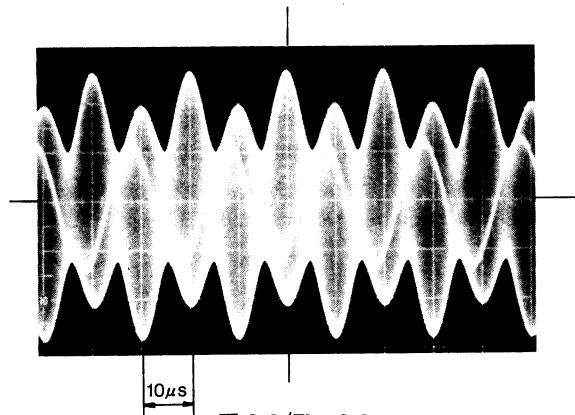

図 6-2/ Fig. 6-2
- ③ GBAL ボリュームを右廻し (CW) いっぱいに廻し、スケールを移動させると図 6-2 に示すような波形が、観測されます。この時、DCI ボリュームを調整して図 6-3 に示すように、隣り合う山の高さを均一にします。
- ① Selecting the AC position, set up the oscilloscope for a horizontal sweep of  $10\mu\text{s}/\text{div}$  and vertical-axis sensitivity of  $0.5\text{V}/\text{div}$ . Connect CH1 to the TRIG terminal and CH2 to the PM terminal. Set CH1 as the trigger source.
- ② A sinewave should be observed on CH2. As the scale moves, the phase of this sinewave moves, and the ripple is observed on the envelope. Turn the GADJ trimmer to set the amplitude of the sinewave to approx.  $2\text{Vp-p}$  beforehand.
- ③ Turn the GBAL trimmer fully clockwise. Move the scale to observe a waveform as shown in Fig. 6-2. When doing this, adjust the DC1 trimmer so that adjacent peaks are of uniform height, as shown in Fig. 6-3. Note alarm may be triggered when the min. PM signal amplitude becomes smaller than  $0.5\text{Vp-p}$ .
④GBAL ボリュームを左廻し(CCW)いっぱい廻し、スケールを移動させると、③と同様に図 6-2 に示すような波形が観測されます。この時、DC2 ボリュームを調整して図 6-3 に示すように、隣り合う山の高さを均一にします。
③ ④の調整を交互に数回繰り返し、GBAL ボリュームの回転によって隣り合う山の高さがずれなくなるまで調整して下さい。
④ Set the GBAL trimmer to the fully counterclockwise position and move the scale to observe the waveform as shown in Fig. 6-2, as was done in ③. When doing this, adjust the DC2 trimmer so that adjacent peaks are of uniform height, as shown in Fig. 6-3.